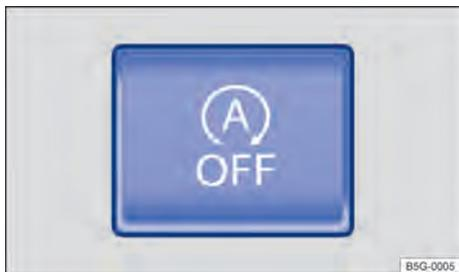

Fig. 120 Na parte inferior do console central: botão do sistema Start-Stop.
- Pressionar o botão Start-Stop  na parte inferior do console central → Fig. 120. Com o acionamento do botão Start-Stop, é exibido o status do sistema Start-Stop no instrumento combinado.